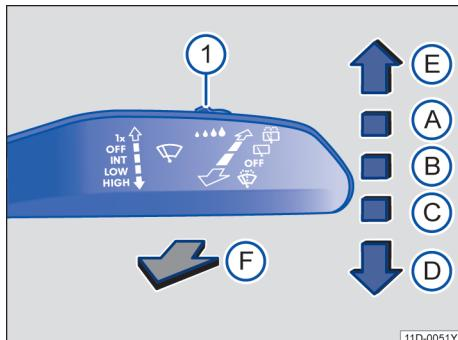

图 77 操作车窗玻璃刮水器
- (A) OFF 车窗玻璃刮水器已关闭。
- (B) INT 对车窗玻璃进行间歇刮水。
- (C) LOW 慢速刮水。
- (D) HIGH 快速刮水。
- (E) 1x 点动刮水 - 短促刮水。
- (F) 拉住操作杆时用于清洁车窗玻璃的刮水和自动清洗功能。
- (G) 后风窗刮水器间歇刮水。风窗刮水器约每 6 秒钟刮一次。
- (H) 将操作杆拨至该位置，系统立即启动清洗/刮水功能，清洗后风窗。
- (1) 使用开关→图 77①调节雨量传感器的灵敏度。